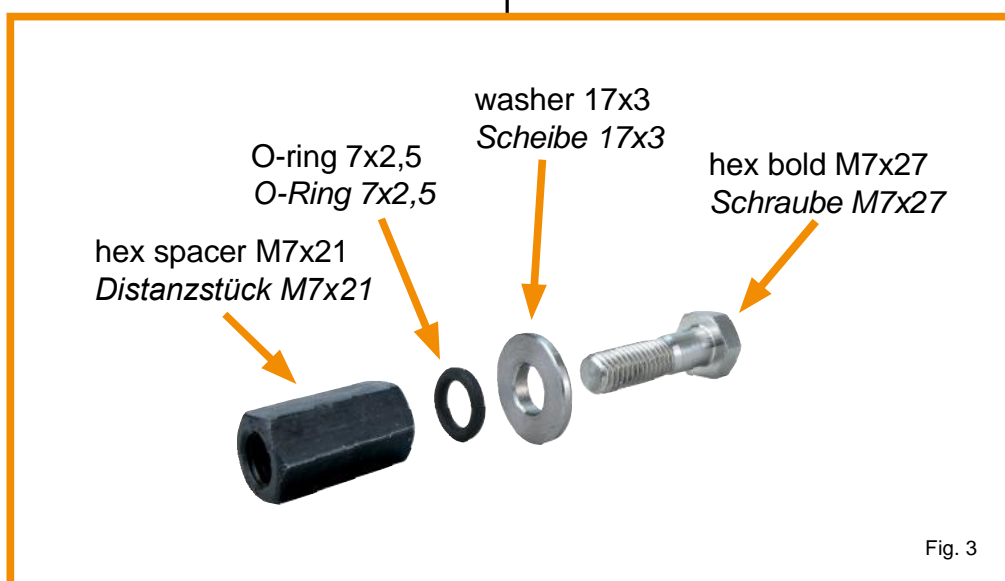

Fig. 3
- The valve covers are bolted to the cylinder head using two special M7x27 hex bolts with shank as seen in the picture (Fig.3).
- Die Befestigung der Deckel am Motor erfolgt mittels der speziellen M7x27 Schafschrauben, die wie in der Abbildung (Fig.3) gezeigt, verwendet werden müssen.